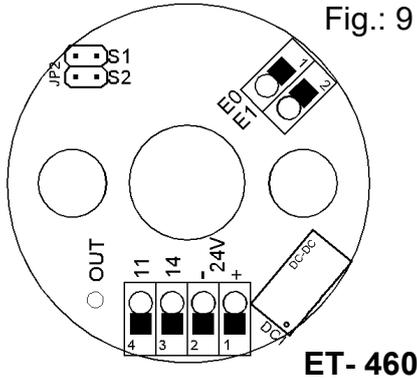

Fig.: 9
**ET – 46x Elettrodo a piastra (Fig. 9):**